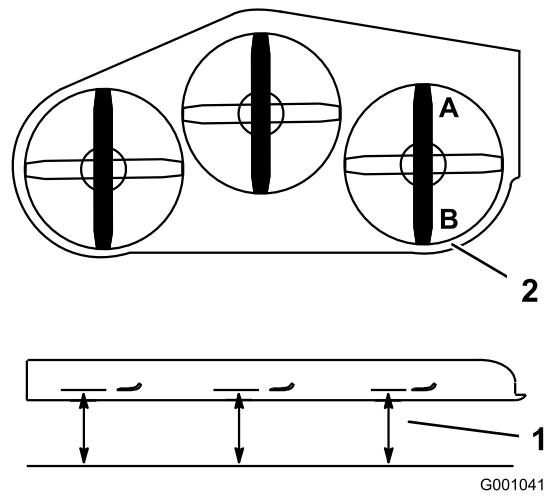

Figura 89
2. Posicione uma lâmina da parte dianteira para a traseira. Meça nas localizações **A** e **B** desde uma superfície nivelada até à aresta de corte das pontas das lâminas (Figura 89).